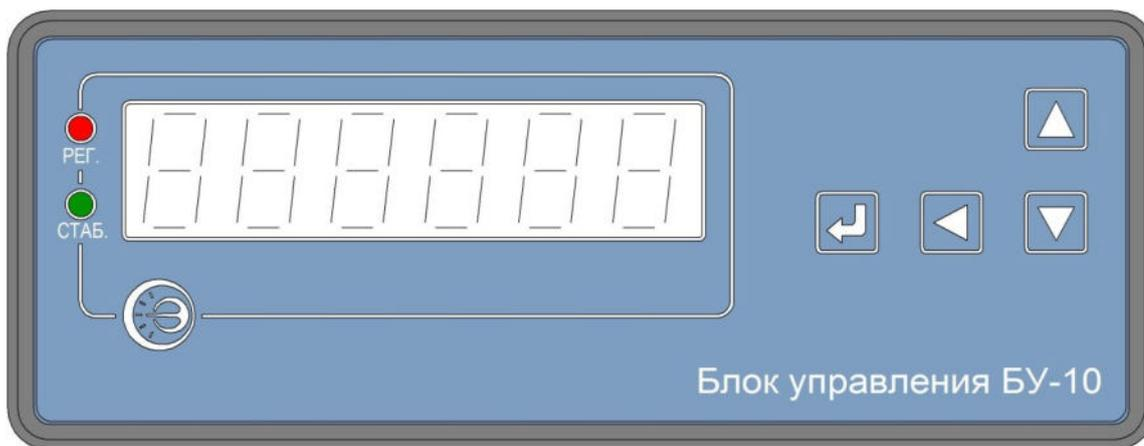

Рисунок 1 - Панель управления БУ-10
1.6.2.2 На панели управления БУ-10 (см. рис.1) расположены следующие функциональные элементы: